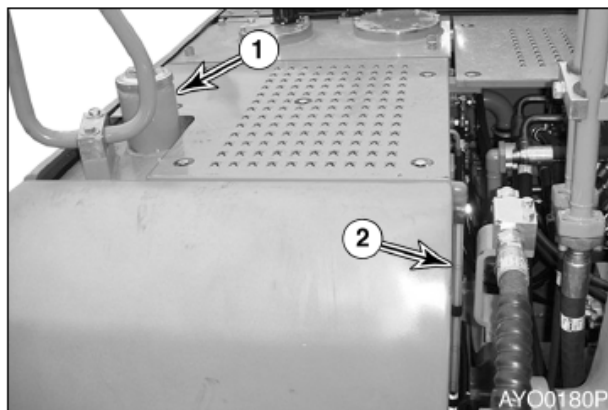

Рис. 18
1. В конце каждого рабочего дня следует заполнять топливный бак. Добавлять топливо следует через трубу заливной горловины топливного бака (1, рис. 18). Если работа выполняется при температуре 0°C или выше, применять ASTM № 2-D или его эквивалент. При температуре ниже 0°C использовать ASTM No. 1-D или его эквивалент.
3. Проверить уровень топлива в баке по показаниям смотрового указателя (2, рис. 18).